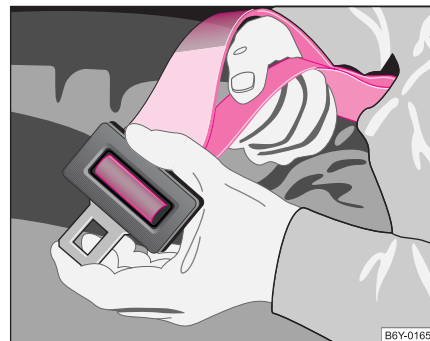

Fig. 111 Alargamiento del cinturón abdominal
- Sujete la lengüeta de cierre rectangularmente a la cinta y tire de ésta hasta alcanzar la longitud requerida ⇒ página 138, fig. 111.